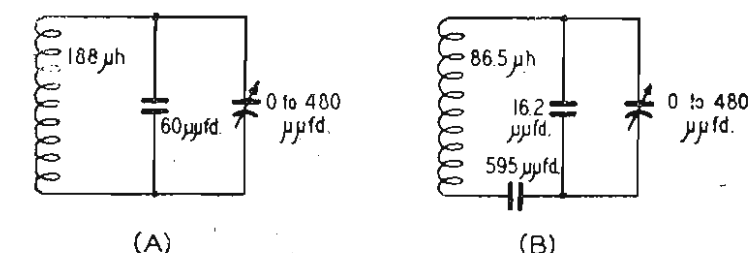

Fig. 1 A) Circuito oscillante di uno stadio di AF o mescolatore. B) Circuito oscillante dell'oscillatore locale.
A 60 pF di capacità corrisponde una frequenza di 1500 KHz e l'induttanza occorrente, determinata con la formula (1), è di $188 \mu H$ (v. fig. 1 A). Nei 60 pF sono comprese tutte le capacità parassite e la residua del condensatore di sintonia.